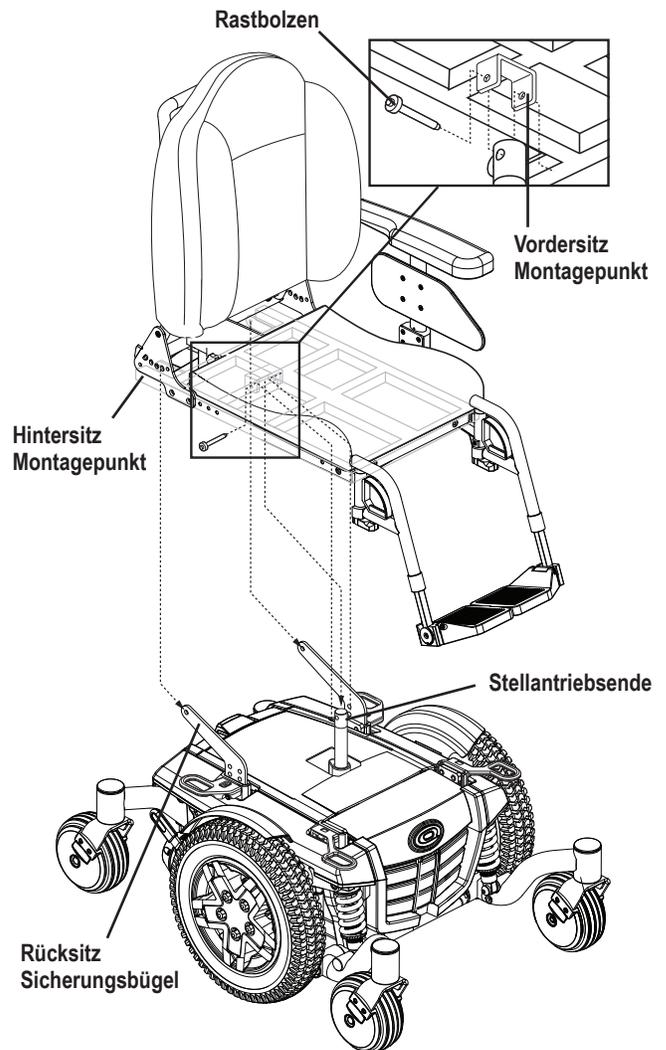

**Bild 3. Zusammenbau Ansicht**
Ihr Elektrorollstuhl benötigt unter Umständen ein paar Montageprozeduren, bevor er das erste Mal benutzt wird, oder nachdem er transportiert wurde. Er muss unter Umständen auch demontiert werden, um Verstellungen für den Komfort durchzuführen. **Bild 3** zeigt die Teile des Elektrorollstuhls, die dazu gemacht sind, um vor dem Erstgebrauch oder der Durchführung von Verstellungen, auseinander und wieder zusammen gebaut zu werden, sei es vom Benutzer oder einem qualifizierten Pfleger.
3. Die Steuerung montieren und das Kabel zur Rückseite der Antriebsbasis führen. **Siehe Bild 3.**
4. Den Steckverbinder der Steuerung hinten in die Antriebsbasis stecken. **Siehe Bild 3.**